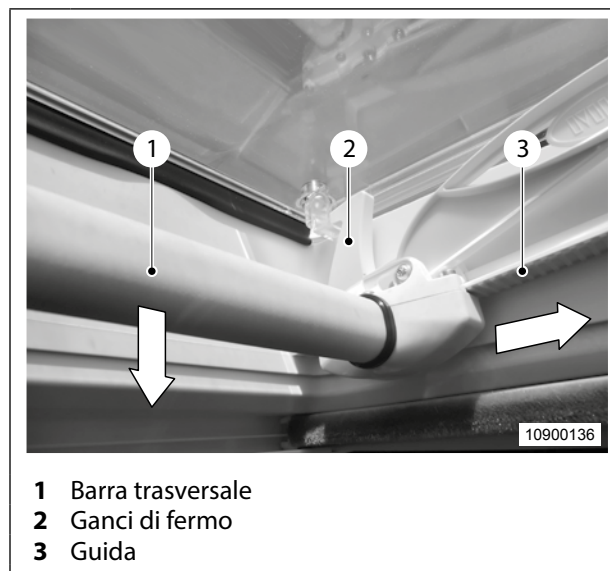

Fig. 17 Apertura/chiusura dell'abbaino
1. Afferrare al centro la barra trasversale (Fig. 17, pos. 1) con una mano e tirarla verso il basso.
2. Con la barra così abbassata (Fig. 17, pos. 1), spingere l'abbaino fino a raggiungere l'angolo di apertura desiderato.
3. Rilasciare la barra trasversale (Fig. 17, pos. 1).
Il meccanismo di apertura va a bloccarsi nella guida (Fig. 17, pos. 3) e la calotta del tetto rimane aperta ad angolo.
2. Con la barra trasversale così abbassata (Fig. 17, pos. 1), spingere l'abbaino nella direzione opposta, fino a chiuderlo completamente.
Una volta raggiunta la posizione finale, i ganci di fermo (Fig. 17, pos. 2) bloccano automaticamente la calotta del tetto.